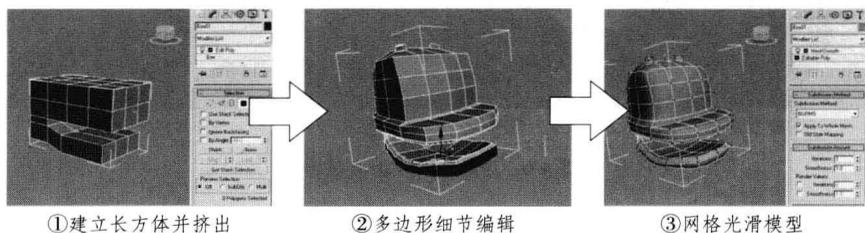

图4-3 建立头部模型流程图
《卡通机械狗》机械模型第一流程（步骤）是建立头部模型，制作又分为 3 个流程：①建立长方体并挤出、②多边形细节编辑、③网格光滑模型，见图 4-3。